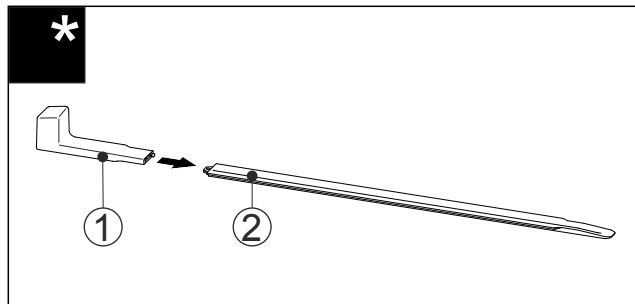

Fig. 54
- Stikk monteringshåndtakene Fig. 54 (1) på nivelleringskinnen Fig. 54 (2).